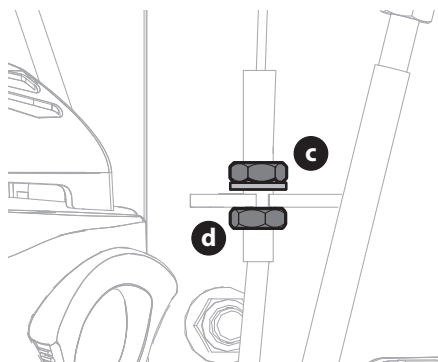

Fig. 24
3. Desserrez l'écrou supérieur en tournant de trois à quatre tours dans le sens antihoraire (Fig. 24 à la page 87).
- Répétez la procédure pour le câble du frein de stationnement sur le côté gauche (b) de la tour de contrôle (Fig. 24).
- Vérifiez le frein de stationnement en tirant le levier du frein de stationnement en position engagée (ON), puis en essayant de déplacer les pneus arrière gauche et droit manuellement. Le réglage est adéquat si les pneus ne bougent pas.